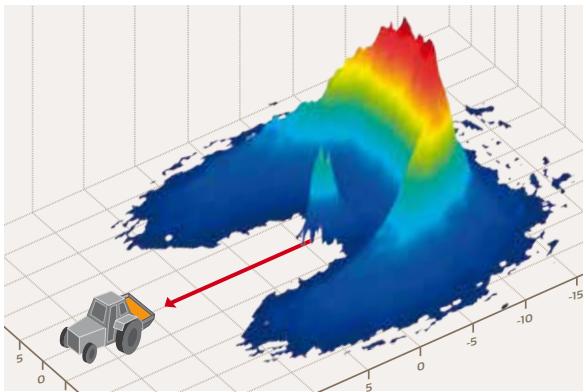

Abbildung 1: Ein typisches Streubild eines modernen Zentrifugalstreuers [1] [2].
Die Streubilder moderner Hochleistungsstreuer werden auf Prüfständen mit Computertechnologie gemessen und optimiert. Die exakte Verteilung des Düngers entlang der Fahrspur und senkrecht dazu kann für unterschiedliche Parameter gemessen und simuliert werden. Abbildung 1 zeigt die Momentaufnahme eines typischen Streubilds. Der rote Pfeil gibt die Bewegung des Traktors an. Der Dünger wird in einem charakteristischen sichelförmigen Muster gestreut. Die ausgebrachte Düngermenge variiert zwischen niedrig (blau) und hoch (rot).
Der Variationskoeffizient (VK) kann durch Testen auf dem Acker bestimmt werden. Moderne Prüfstände ermöglichen jedoch wesentlich genauere Computersimulationen von Streuprofilen und Variationskoeffizienten. Ist das Streubild einer gegebenen Düngemittel-/Streuerkonfiguration einmal erfasst, lässt der Computer diese Bilder überlappen, während der (virtuelle) Traktor sich vorwärts bewegt (Abbildung 1). Die Profile aufeinanderfolgender Fahrspuren werden dann kombiniert, um das Gesamt-Streubild sowie den zugehörigen Variationskoeffizienten zu bestimmen (Abbildung 2).